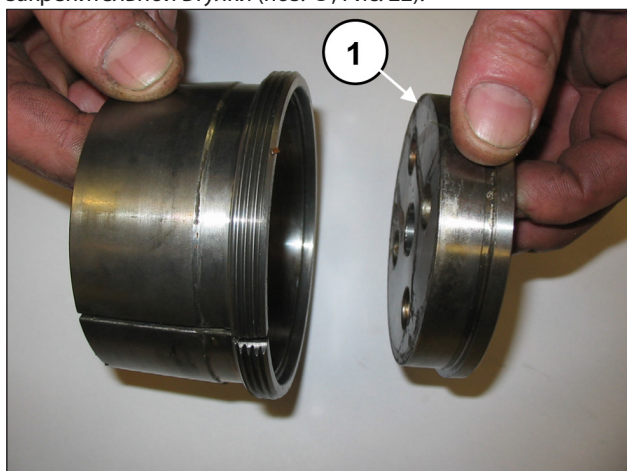

Рис. 22
Отсоедините фиксирующий фланец втулки от закрепительной втулки (поз. ①, Рис. 22).